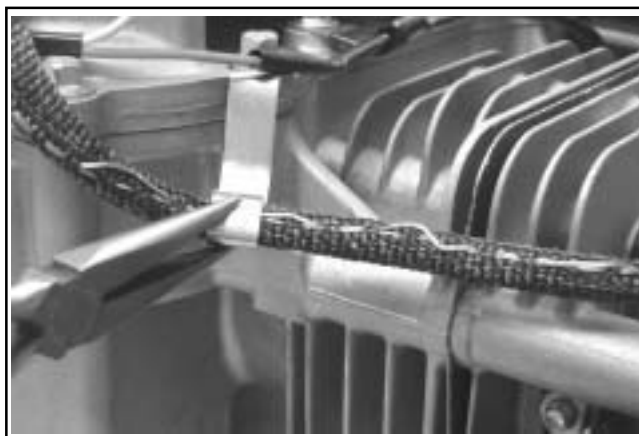

Figura 10-50. Apriete de la pinza sobre el recubrimiento.
7. Si el equipo está dotado de un cable de bujía con recubrimiento de protección contra interferencias radioeléctricas, coloque el cable en la pinza de sujeción de forma que los cables trenzados entren en contacto directo con la pinza al cerrarla. Con unos alicates, cierre con cuidado la pinza hasta dejar una abertura de **0,127 mm (0,005 in.)** entre los extremos. **No** perforo ni aplaste la pinza. Ver Figura 10-50.